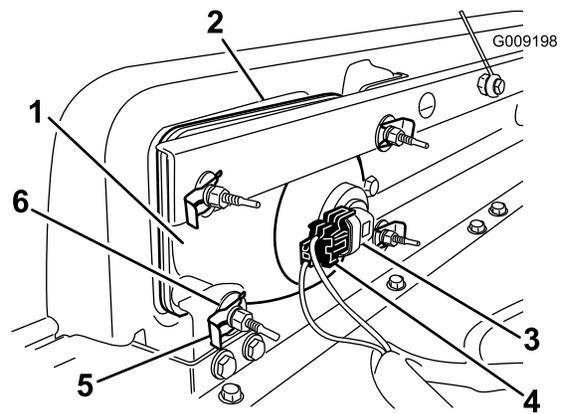

Figura 27
2. Retire el faro desplazándolo hacia adelante y pasándolo por el hueco del parachoques delantero (Figura 27).
3. Introduzca el faro nuevo a través del hueco del parachoques (Figura 27). Asegúrese de que las clavijas quedan alineadas con los taladros del soporte de montaje del parachoques.